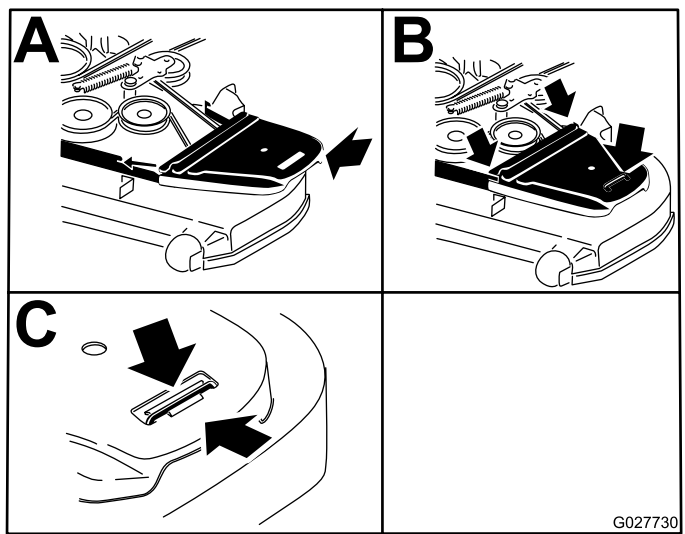

Figura 61
15. Montate i copricinghia (**Figura 61**).